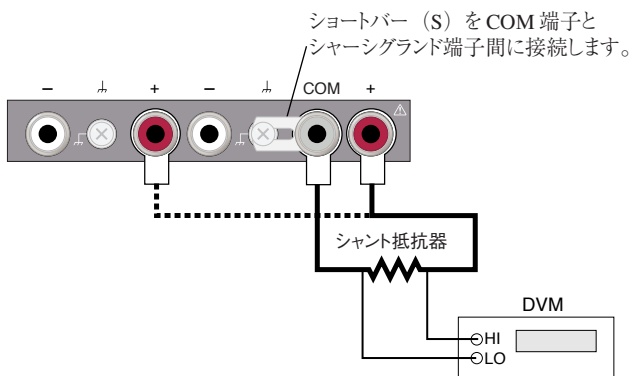
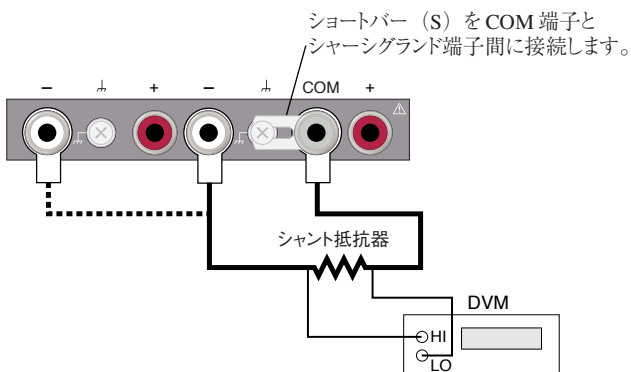
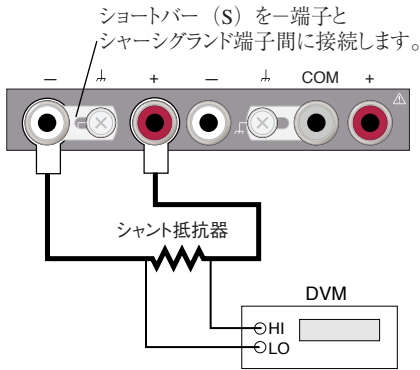

図 6-5 電流系の校正の接続 (＋出力)
図 6-6 電流系の校正の接続 (－出力)
図 6-7 電流系の校正の接続 (6V 出力)
2. 校正を行う出力の端子にシャント抵抗器と DVM を接続します。± 出力の + 出力を校正する場合は図 6-5 を、- 出力を校正する場合は図 6-6 を参照してください。また、6V 出力 (PMR-TR タイプのみ) を校正する場合は図 6-7 を参照してください。